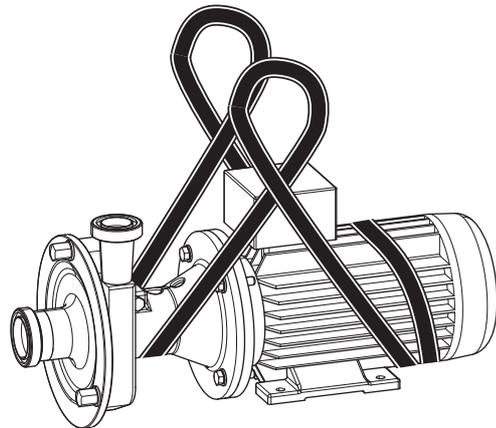

Fig. 13 Transport avec corde ronde, représentation à l'exemple de FSPE
1. Poser la corde ronde deux fois autour du bout du moteur. Ne pas poser sur le capot du ventilateur. Voir Fig. 13 «Transport avec corde ronde, représentation à l'exemple de FSPE».